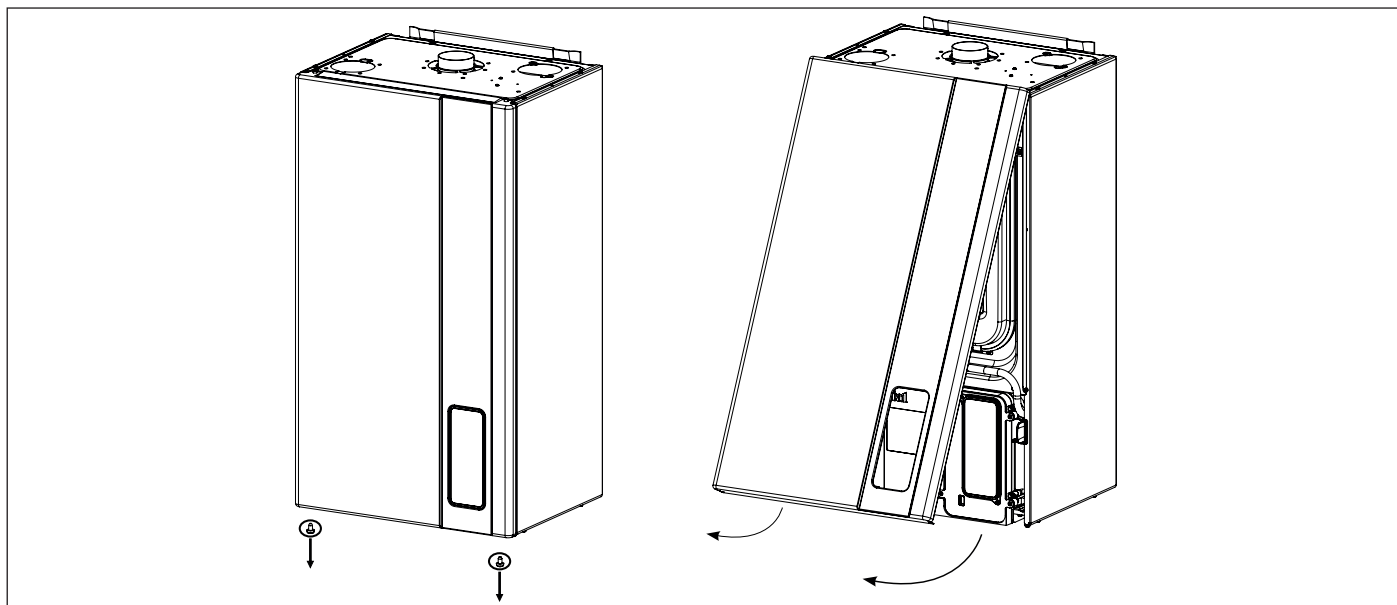

Fig. 20 Apertura mantello frontale
- Rimuovere il pannello frontale esterno della caldaia (vedi Fig. 20 Apertura mantello frontale).